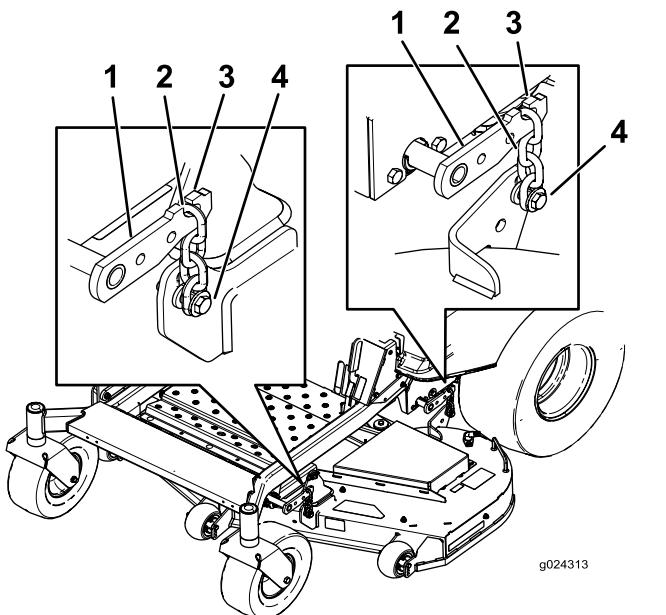

Bild 78
8. Entfernen Sie die Ketten von den Haken an den Mähwerkhubarmen (Bild 78).
6. Heben Sie das Heck des Mähwerks an und befestigen Sie die Ketten an den Mähwerkhubarmen (Bild 78).
7. Befestigen Sie die vorderen Ketten an den vorderen Hubarmen (Bild 78).